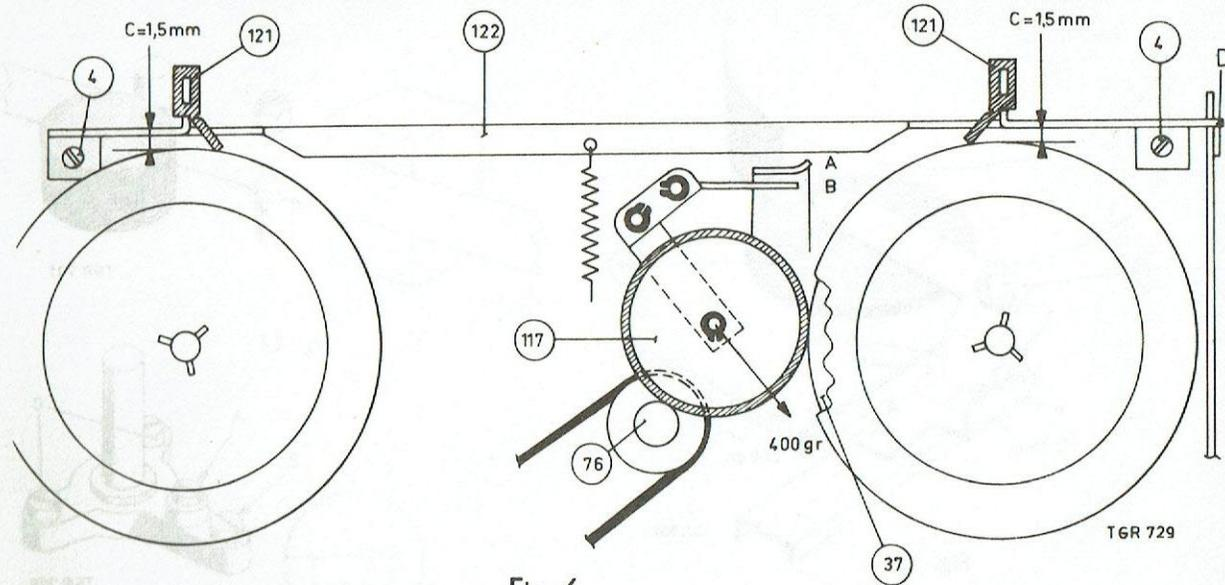

Fig. 6
#### Réglage de l'étrier de freinage, pos. 122, voir fig.6
- Desserrer les 2 vis pos. 4.
- Veiller à ce que les sabots de freinage, pos. 121, soient situés comme indiqué dans la figure 6.
- Serrer les vis pos. 4.
- Enfoncer la touche de reproduction de manière que le galet presseur touche de justesse l'axe d'entraînement. Courber la cosse A de manière que le sabot de freinage pos. 121 dégage de justesse le plateau à bobine de droite.